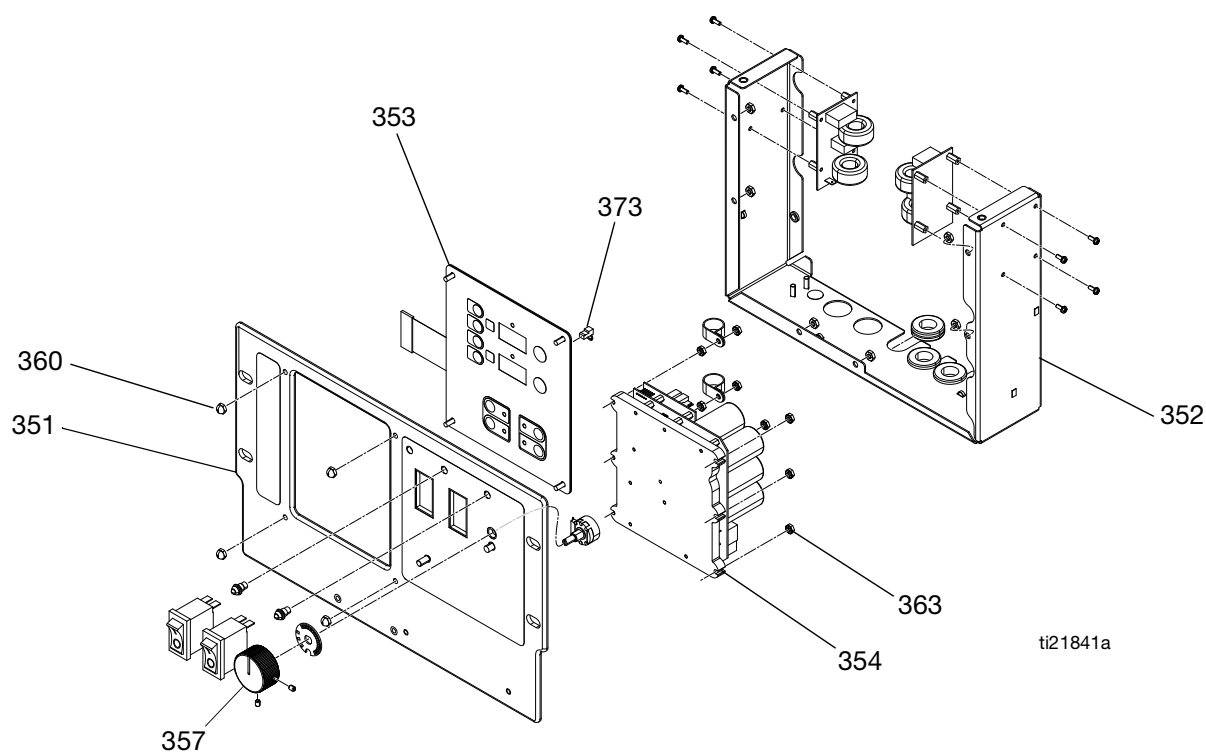

FIG. 10 Panel de control
2. Quite los tornillos (21) y la cubierta de la pantalla (26).
4. Desconecte el cable principal de la pantalla (81) de la esquina superior derecha de la pantalla de temperatura (353). Consulte la FIG. 10, página 43.
5. Retire el puente (373) de la parte trasera de la pantalla (353). Déjelo aparte e instale el puente en la nueva pantalla.
6. Desconecte el cable o cables planos (RC) de la parte trasera de la pantalla; vea la FIG. 10, página 43.
7. Quite las tuercas (360) de la placa (351).
8. Desmonte la pantalla (353), consulte los detalles en la FIG. 10, página 43.
9. Vuelva a armar en orden inverso, vea la FIG. 10, página 43. Aplique sellante de roscas de resistencia media en los puntos indicados.
2. Retire la cubierta de la pantalla (26) de la parte trasera del carro para dejar la tarjeta de control (354) al descubierto.
3. Desconecte todos los cables y conectores de la tarjeta (354). Ver tabla 8, página 45.
4. Quite las seis tuercas (363) y retire la tarjeta de la tarjeta de control (354). Consulte la FIG. 10, página 43.